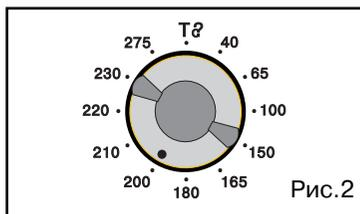

Рис. 2
- Выберите температуру приготовления. Поверните термостат (поворотный переключатель температуры) и выберите температуру, рекомендуемую в вашем рецепте (рис. 2).